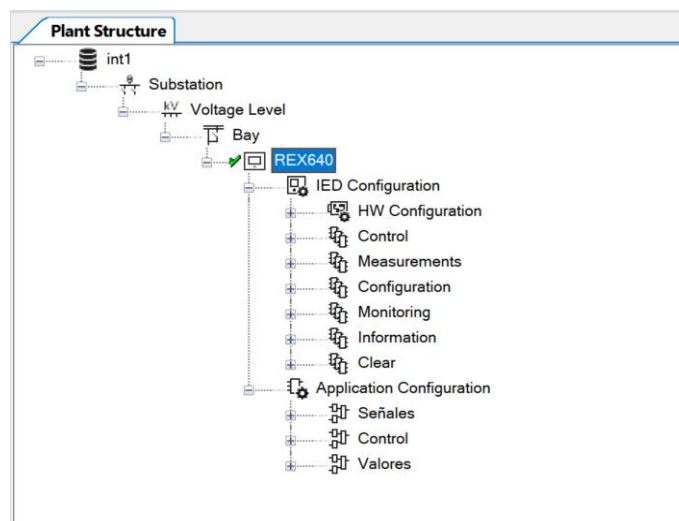

Imagen 192_Visualización del proyecto en PCM600.
3.53 Para poder simular la pantalla en la ventana de “*Project Explorer*” nos vamos a la sección de “*REX640*” dando clic derecho a esta como se muestra en la **Imagen 192**.